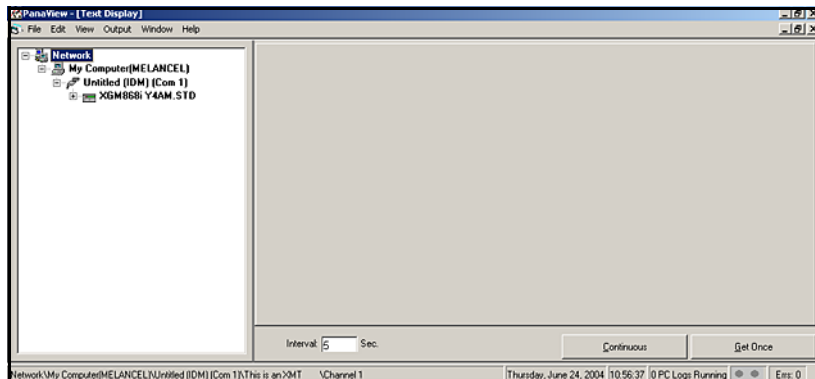

Figura 19: Finestra di visualizzazione testo
2. Utilizzando il menu *Window* (Finestra), come descritto nella *Guida di installazione di PanaView*, disporre le finestre aperte nel modo desiderato. Per questa discussione, la *Figura 19* illustra la finestra *Text Display* (Visualizzazione testo) alle dimensioni massime (schermo completo).
5. Prima che nel riquadro di testo sia possibile visualizzare i valori effettivi dei dati, attivare una delle modalità di raccolta dati di seguito (vedere la *Figura 19* a pagina 53):